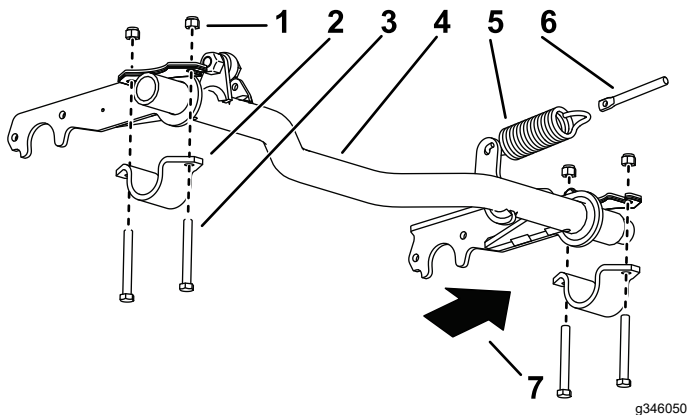

Bild 5
1. Verbinden Sie die Verlängerungsfeder mit dem Federhebel am Schwenkrohr und der Federstange (Bild 5).
2. Installieren Sie die Schwenkrohrhalterung lose an der rechten Seite (Bild 5).
3. Schieben Sie die rechte Seite des Schwenkrohrs in die rechte Schwenkrohrhalterung (Bild 5).
5. Heben Sie die linke Seite des Schwenkrohrs zum Rahmen an und befestigen sie mit einer Schwenkrohrhalterung, 2 Schrauben ($\frac{3}{8}$ " x 3") und 2 Sicherungsmuttern ($\frac{3}{8}$ ") (Bild 5).